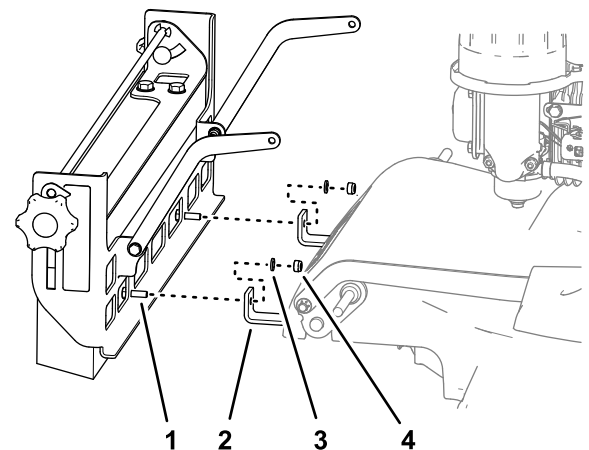

Figura 11
3. Alinee los tornillos de caperuza que ha colocado en los pasos 1 y 2 a través de los taladros de los soportes de cepillo inferiores, tal y como se muestra en la Figura 11.
- Monte el bastidor del cepillo y los tornillos de caperuza en los soportes del cepillo inferiores (Figura 11) con 2 arandelas (6 mm) y 2 contratuercas (6 mm).